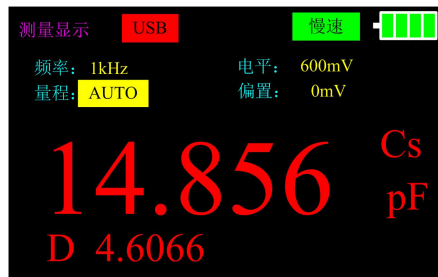

图 18
2. 按 **AUTO/R/C/L/Z** 键，直到界面上显示 Cs 以选择电容测量，如图 18 所示；